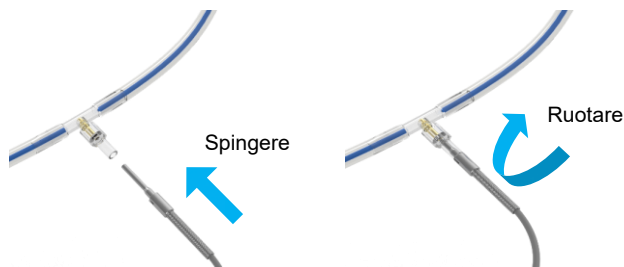

Figura 16 Collegamento del sensore di temperatura al set di perfusione
- Collegare il sensore T2 PV blu alla linea di perfusione PV (Figura 16) al livello dell'uscita del reservoir del fegato.